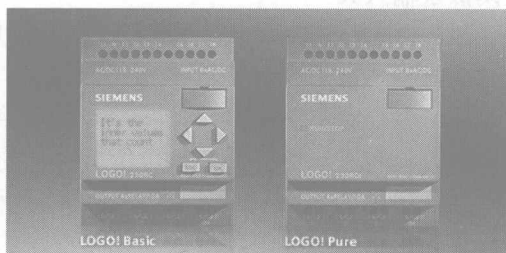

图 1-8 LOGO! 主机的两种形式
(1) 简述。实际中使用的 LOGO! 主机有基本型和经济型两种, 如图 1-8 所示, 其中, LOGO! 经济型主机省去了简单的人机界面。
(2) LOGO! 主机一些技术指标。表 1-1 列出了 LOGO! 基本型的一些技术指标, 通过这些技术指标可以进行 LOGO! 基本型主机的选配。